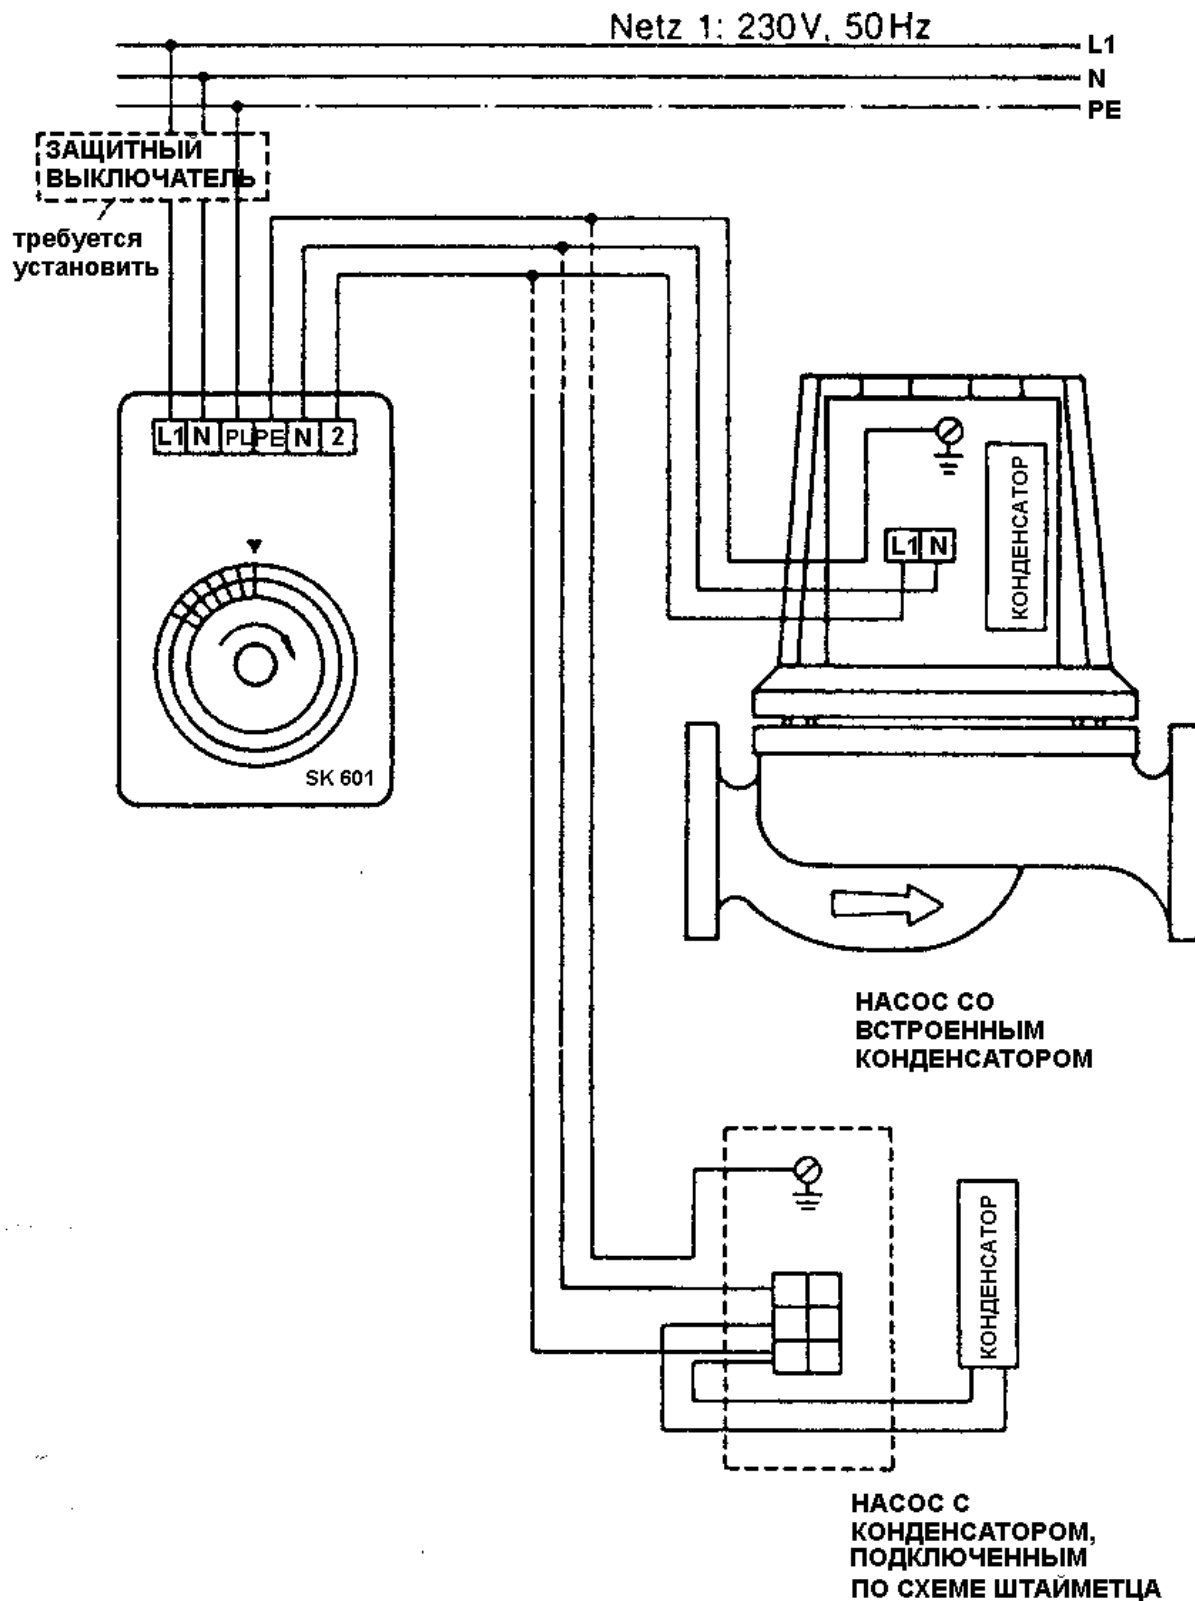

РИС. 2
- а) Насосы с двигателями однофазного тока (и со встроенным в клеммную коробку конденсатором) могут быть подключены без применения специальных промежуточных приборов прямо к прибору SK 601 (рис. 2). Для двигателей с мощностью более 70 Вт необходимо использование защитного прибора SK 602. Для двигателей без WSK монтируется дополнительный защитный выключатель в зависимости от номинального тока двигателя (см. шильдик насоса).
- а) насосы с двигателем трехфазного тока и с конденсатором, расположенным на корпусе насоса могут быть подключены без применения специальных промежуточных приборов прямо к прибору SK 601 (рис. 2 - штриховая линия). Дополнительный защитный выключатель выбирается в зависимости от номинального тока двигателя (см. шильдик насоса).